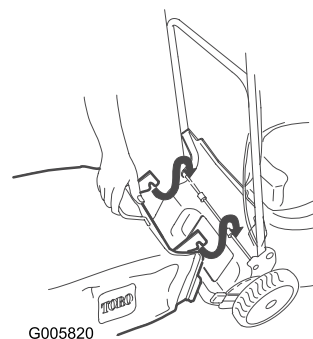

Figura 26
6. Installare il cesto (Figura 26).